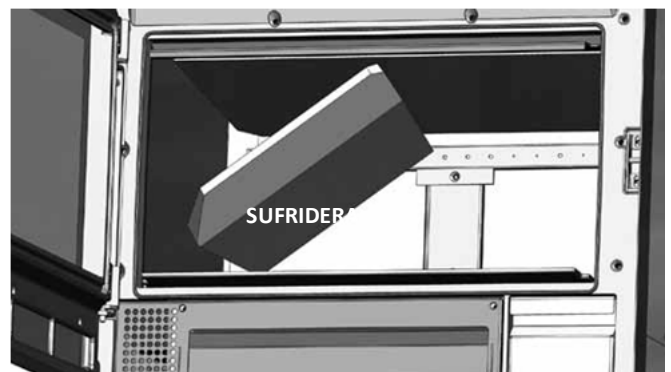

FIG. 8
**Modelo Nature 70 / 80:** deslizar la sufridera lateral hacia el centro como se describe en la figura, deje caer el deflector de un lateral y sacarlo del hogar. (Fig. 8/9).